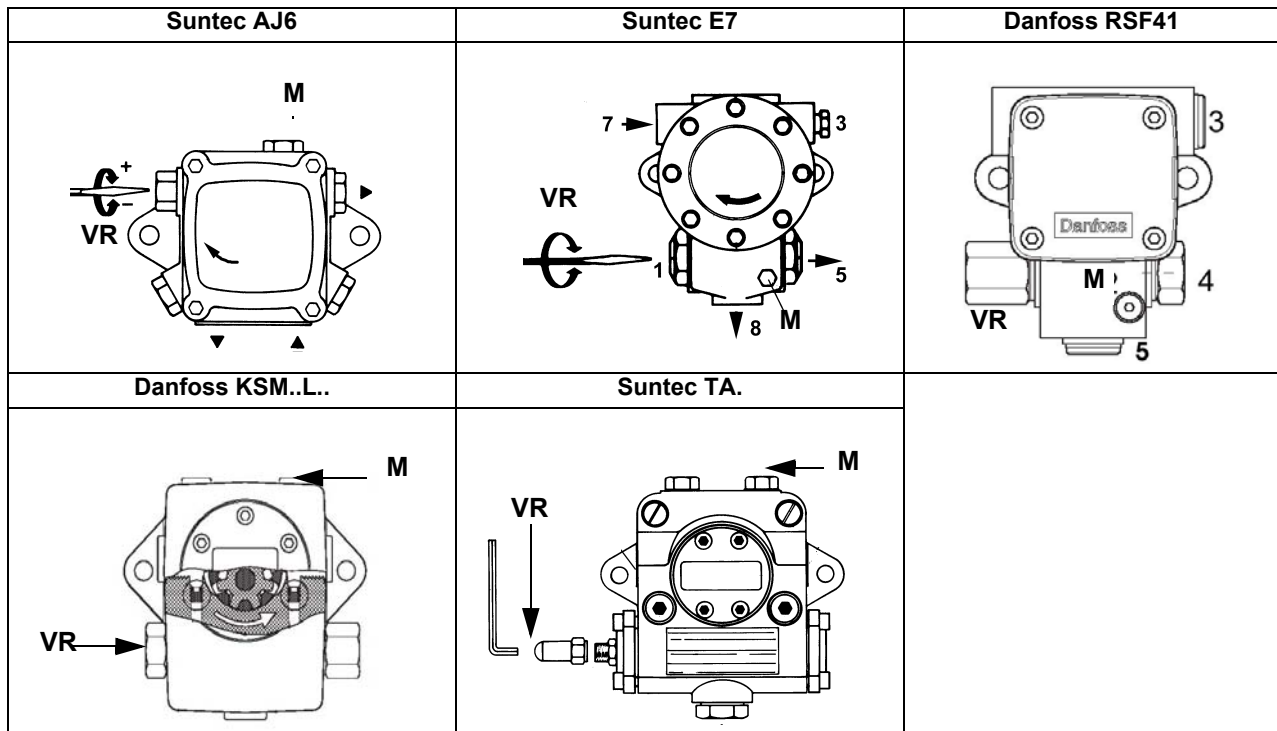
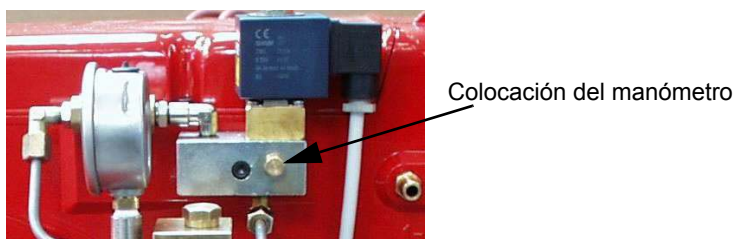

Fig. 37
Fig. 38
Ejemplo: si se tiene una boquilla Bergonzo, con caudal de 220 kg/h, se regula la presión máxima en el retorno a 11 bar, alimentando a 20 bar en descarga: se obtiene un caudal de 220 kg/h. En cambio, si la presión de retorno que se desea es de 5 bar, se debe intervenir en el tornillo de regulación del regulador de presión (véase Fig. 37).
- 3 purgar el aire de la conexión (**M**) manómetro de la bomba (Fig. 37), aflojando levemente el tapón, sin quitarlo; luego soltar el contactor;
- 9 La presión de alimentación de la boquilla ya es previamente calibrada en fábrica y no debe ser modificada. Sólo si fuera necesario, regular la presión de alimentación (véase apartado correspondiente) de la siguiente manera: colocar un manómetro en la posición indicada en Fig. 38 intervenir en el tornillo de regulación **VR** de la bomba (véase Fig. 37) hasta obtener una presión en la boquilla igual a 20 bar (boquillas Monarch o boquillas Bergonzo – véanse gráficos en pag. 34)
- 10 para obtener el caudal máximo del aceite, regular la presión (leyendo el valor en el manómetro PG), sin modificar el caudal de aire establecido durante la calibración en funcionamiento con gas (véase apart. anterior): controlando siempre los valores de combustión, intervenir en el tornillo del sector variable correspondiente al aceite **SV2** (véase Fig. 38) una vez alcanzada la posición de llama alta.